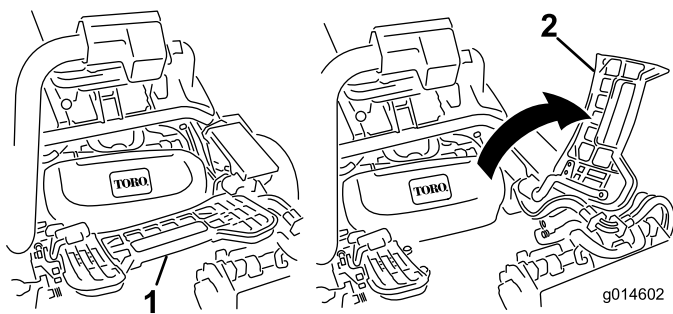

Figura 11
3. Para la instalación de la unidad de corte central, levante el reposapiés y gírelo hacia arriba, para tener acceso a la posición de la unidad de corte central (Figura 11).